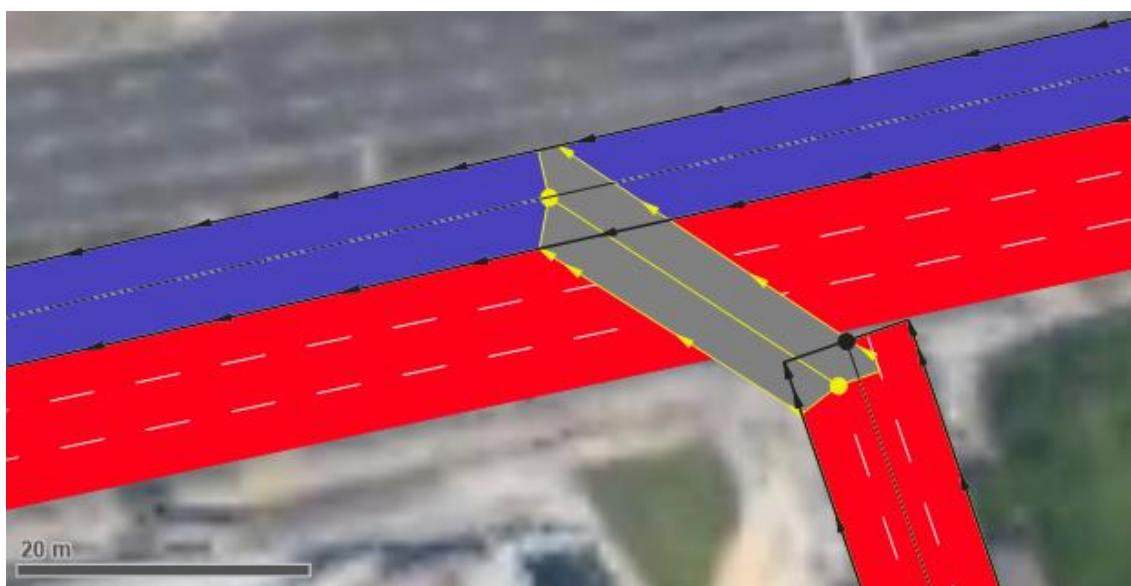

Figura 12
20. Aperte CTRL e, com o botão direito, clique onde deseja iniciar a curva na rua Dr. Fomm e arraste-o até a faixa reversível, como na Figura 12: